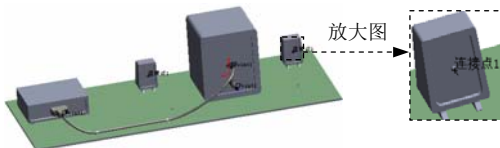

图 11.11.15 连接点 1
Step3. 将点添加到线路。右击图 11.11.15 所示的“连接点 1”，在系统弹出的快捷菜单中选择 **添加到线路** 命令。